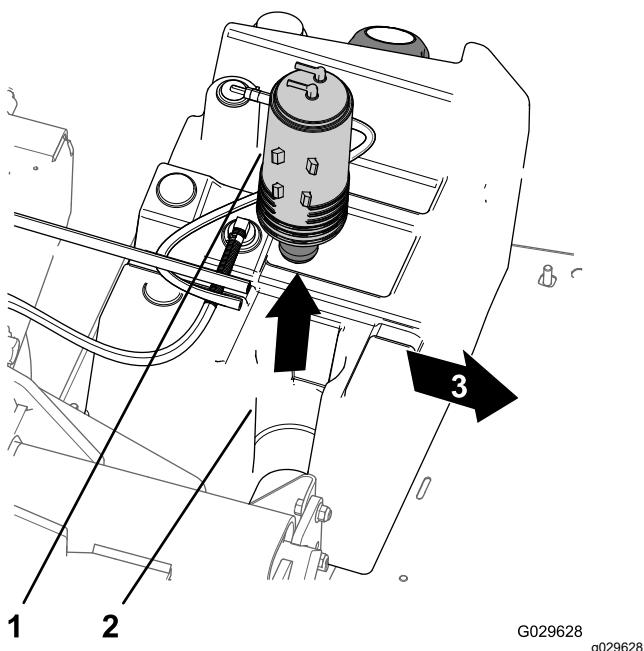

Figure 47
3. Soulevez la cartouche de charbon de son support dans le réservoir de carburant (Figure 47).
7. Insérez la nouvelle cartouche de charbon actif dans son support sur le réservoir de carburant, en alignant les raccords marqués « Fuel Tank » et « Purge » vers l'arrière (Figure 47).